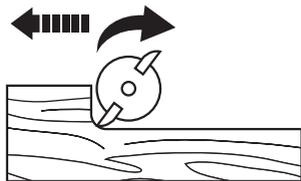

Рис. 19
- > Фрезеровать следует всегда в направлении, противоположном направлению вращения фрезы. В противном случае фреза вылетит из цанги (Рис. 19, 20).